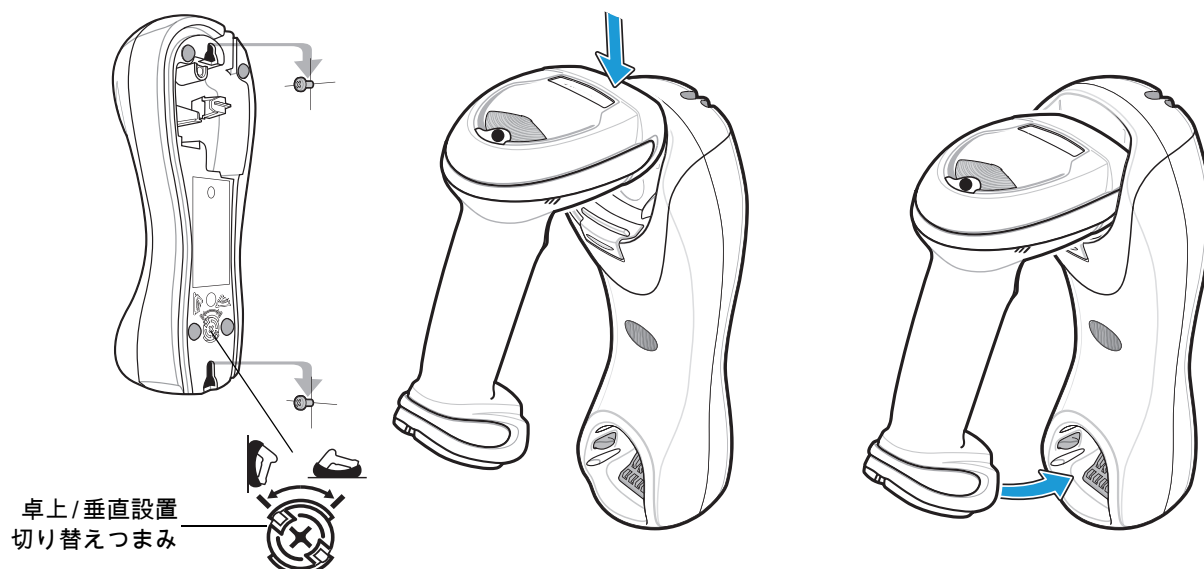

図 1-11 垂直設置 - リニア イメージャ スキャナをクレードルに装着する
3. 卓上/垂直設置切り替えつまみが、図 1-11 に示すように正しい位置に設定されていることを確認します。